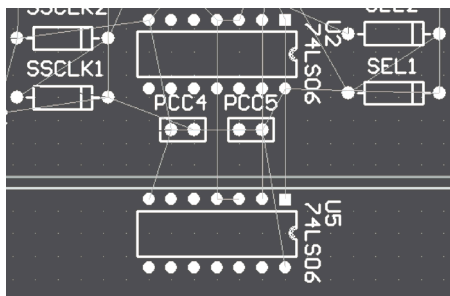

图 6-57 粘贴后两元器件间生成的网络连接
- Keep net name: 如果元器件粘贴在同一个文档中，则相同复制对象会保持电气网络连接。粘贴操作后，相同对象会保持同性质的电气网络连接线，如图 6-57 所示。